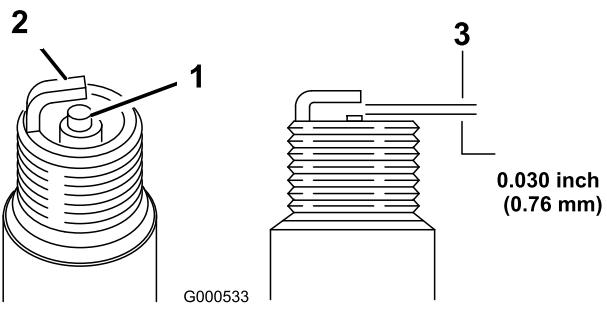

Figure 23
11. Réglez l'écartement des électrodes à 0,76 mm (0,030 po.) (Figure 23).